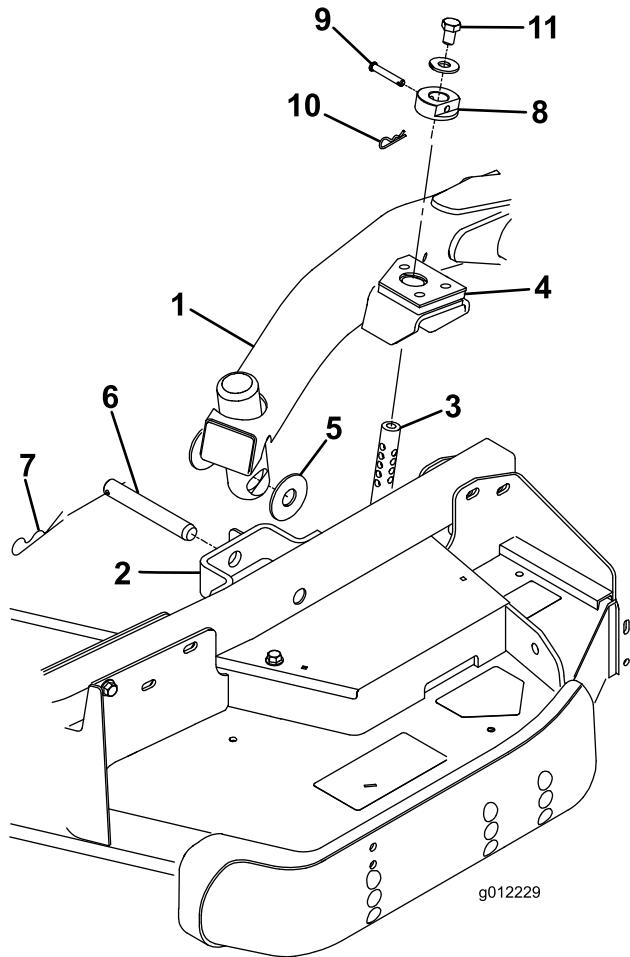

Figura 26
4. Portate la leva di sollevamento in posizione Float. Spingete verso il basso un braccio di sollevamento fino a quando i suoi fori non si trovano allineati ai fori della staffa del braccio della ruota orientabile e l'asta dell'altezza di taglio può essere inserita nei pattini del braccio di sollevamento (Figura 26).
5. Fissate il braccio di sollevamento al braccio della ruota orientabile con (2) rondelle di spinta, un perno con testa e una coppiglia. Posizionate le rondelle di spinta tra il braccio di sollevamento e la staffa del braccio della ruota orientabile (Figura 26). Inserite l'estremità della coppiglia nell'apposito intaglio di ritegno presente sulla linguetta del braccio della ruota orientabile.
9. Montate i collari dell'altezza di taglio sulle asta dell'altezza di taglio e fissateli con dei perni con testa e delle coppiglie (Figura 26). La testa del perno deve essere rivolta verso la parte anteriore del piatto di taglio.
10. Montate un bullone da 1/2 x 3/4 pollici e una rondella sulla sommità di ogni asta dell'altezza di taglio (Figura 26).